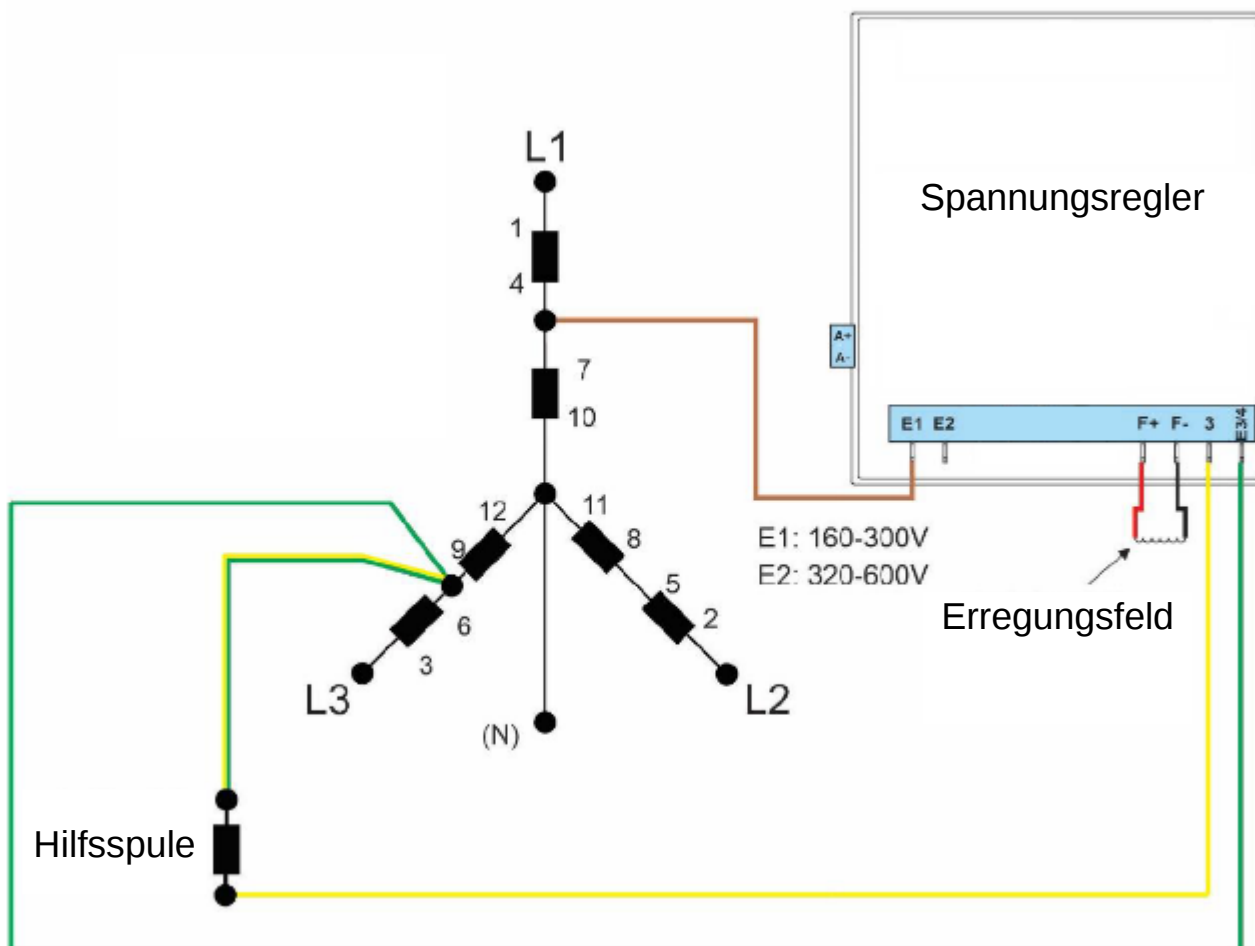

Abbildung 15.1: Kabeldiagramm – Reihenschaltung (Lichtmaschine)
2. Durch Abklemmen des Spannungsreglers des Generators werden die Kabel zugänglich Abbildung 15.1.